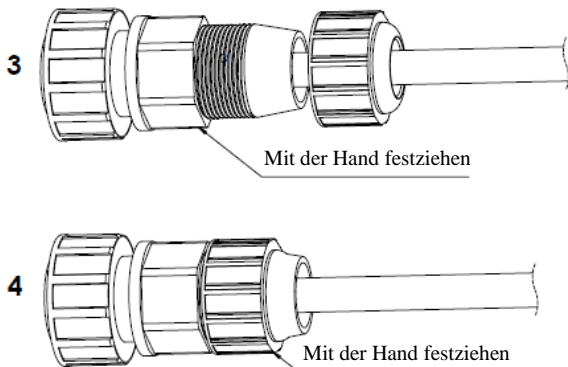

Abbildung 5
Schritt 7: Verbinden Sie die Eingangsbuchse des PoE Midspans mit einem Eingangskabel mit einer Einstufung von mindestens 2,2 Ampere. Vergewissern Sie sich, das Eingangskabel wie in Abbildung 5 gezeigt zusammzusetzen.
- Der mit dem PoE Midspan mitgelieferte Stromanschluss besitzt drei Anschlussklemmen: '+' (POS), '-' (NEG) und eine Klemme, die nicht angeschlossen ist (Siehe Abbildung 5).
- Setzen Sie den Einlassanschluss wie in Abbildung 5 gezeigt zusammen.